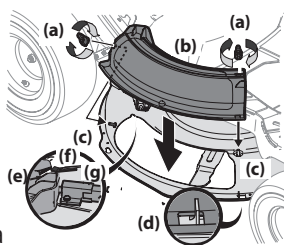

Figura 9
- Extraiga las perillas de aleta (a) que instaló en la plataforma de corte y consérvelas para colocarlas posteriormente. Consulte la Figura 9.
Los pernos prisioneros (c) de la superficie de la plataforma calzarán a través de los orificios de la parte superior del adaptador para abono (b). La pequeña lengüeta (d) del borde de la plataforma calzará a través del recorte cuadrado de la parte inferior del adaptador para abono (b). Consulte la Figura 9.